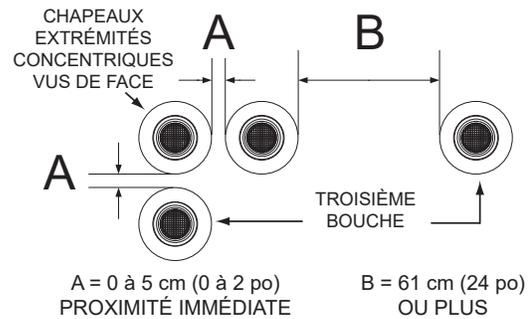
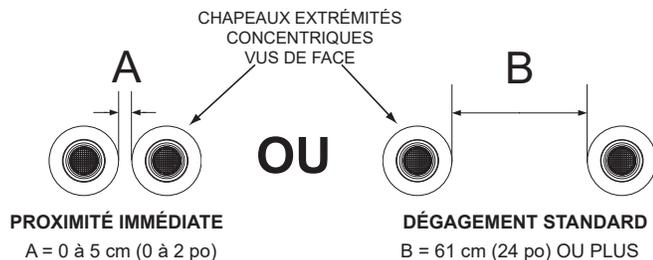
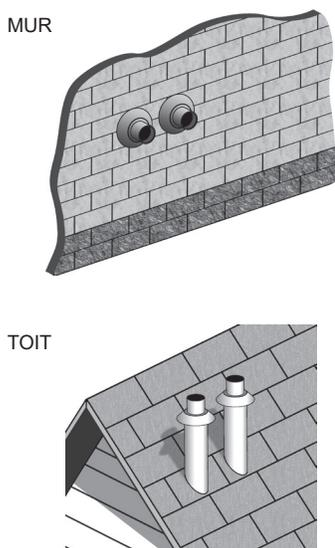

Figure 35. Trois bouches concentriques - À travers un toit ou un mur
Figure 34. Deux bouches concentriques - À travers un toit ou un mur
Figure 39. Deux bouches concentriques (mur et toit)
- Si une installation à proximité immédiate de la troisième bouche est impossible, cette dernière peut être installée comme indiqué par la dimension B à la Figure 35.
Lors de l'installation de plusieurs extrémités concentriques à travers un toit ou un mur, les dégagements illustrés à la Figure 34 doivent être maintenus.
- Le dégagement entre les différents chapeaux d'extrémités doit être de 0 cm (0 po) (contact) à un maximum de 5 cm (2 po), dimension A - Figure 34, lors de l'installation d'extrémités concentriques à proximité immédiate. Voir Figure 39 (page 42).
- Le dégagement entre les différents chapeaux d'extrémités doit être augmenté jusqu'à un minimum de 61 cm (24 po), dimension B - Figure 34, si une installation à proximité immédiate (ci-dessus) n'est pas possible. C'est le dégagement standard.
- Lorsque trois bouches concentriques sont installées à travers un toit ou un mur, la troisième bouche peut être installée à proximité immédiate comme indiqué par la dimension A à la Figure 35.
Deux bouches concentriques peuvent être installées à proximité immédiate, comme illustré à la **Figure 39**, ou avec des dégagements standard lorsque cette disposition n'est pas possible. Voir l'information détaillée sur les dégagements à la **Figure 34** (page 41). Voir **Figure 35** (page 41) lors de l'installation de trois bouches concentriques.